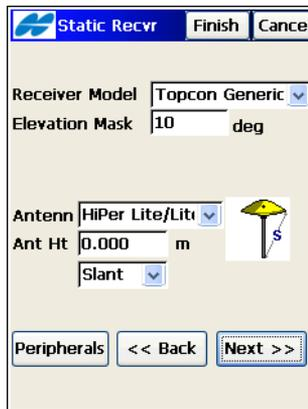

Abbildung 4-62. Empfänger statisch
1. Legen Sie Empfängermodell, Elevationsmaske und die statischen Antennenparameter fest (Abbildung 4-62). Tippen Sie dann auf „Weiter“.